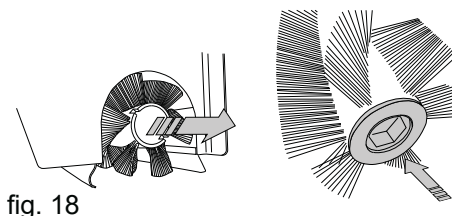

fig. 18
- Die abgenutzte Hauptkehrwalze herausziehen (Abb. 18).